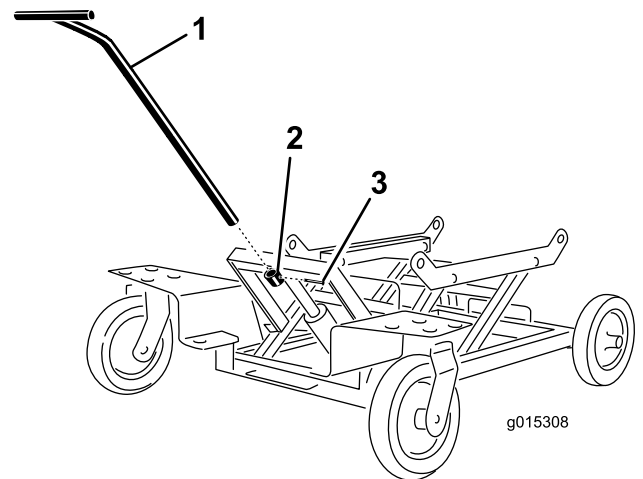

Figura 1
1. Instale el manillar en el carrito elevador y sujételo con el pasador (Figura 1).